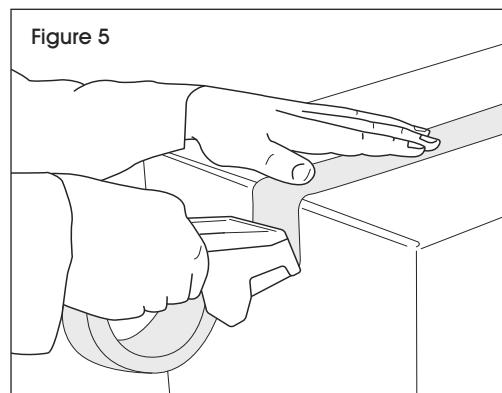

Figure 5
3. Continue to tape down the side of box to desired length. To cut tape, push down and rotate dispenser until blade cuts through tape. Press tape down by hand. (See Figure 5)
3. Continuez d'appliquer le ruban adhésif sur le côté de la boîte jusqu'à la longueur désirée. Poussez sur le dévidoir vers le bas jusqu'à ce que la lame coupe le ruban adhésif. Appuyez sur le ruban adhésif avec la main. (Voir Figure 5)